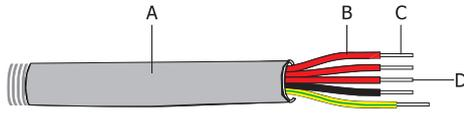

Abb.4.3-3 AC-Anschlussleitung
Step 1. Bereiten Sie die Klemmen und Wechselstromkabel gemäß der rechten Tabelle vor, siehe Abbildung 4.3-3.